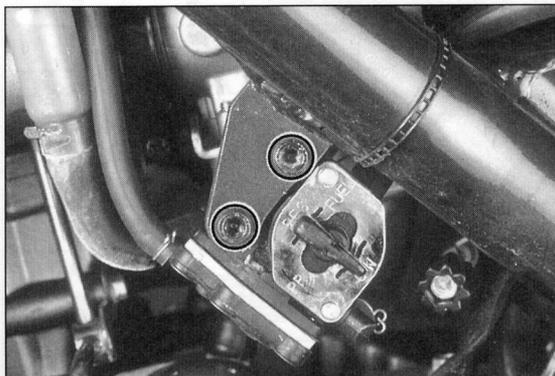

Bild 11
- Zwei Befestigungsschrauben ausdrehen und Kraftstoffhahn abnehmen (Bild 11).